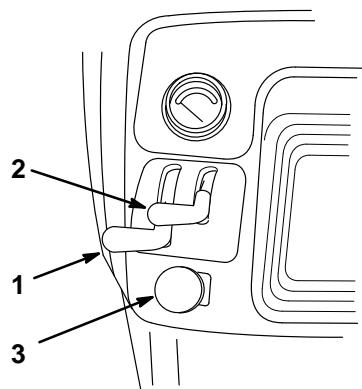

Figure 11
3. Pousser le bouton de prise de force (PDF) en position d'arrêt (OFF) (Fig. 11).
4. Mettre la manette de starter en position engagée (si le moteur est froid) (Fig. 11).
5. Mettre la manette des gaz à mi-chemin vers la position RAPIDE (Fig. 11).
7. Lorsque le moteur a démarré, ramener la manette de starter en position dégagée (Fig. 11). Si le moteur hésite ou cale, ramener la manette de starter en position engagée durant quelques secondes. Mettre ensuite la manette des gaz dans la position souhaitée. Répéter si nécessaire.
1. Mettre la manette des gaz en position LENTE (Fig. 11) et laisser le moteur tourner au ralenti 10 à 30 secondes.